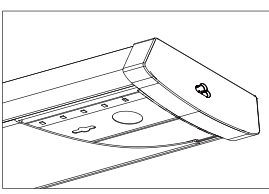

Figure 12
5. To install diffuser (B) - starting at one end of lamp base, insert diffuser slot onto edge of lamp base. See Figure 12. Carefully squeeze diffuser to engage opposite side with lamp base. Continue this action down length of diffuser until fully installed onto lamp base (Figure 12). Turn on breaker and test light function.
5. Pour installer le diffuseur (B) - en commençant par une extrémité du pied de la lampe, insérez la fente du diffuseur sur le bord du pied de la lampe. Voir Figure 12. Pressez soigneusement le diffuseur pour qu'il s'engage du côté opposé dans le pied de la lampe. Continuer cette action vers le bas tout le long de la longueur du diffuseur jusqu'à ce qu'elle soit complètement installée sur le culot de la lampe (Figure 12). Activer le disjoncteur et tester la fonction de lumière.